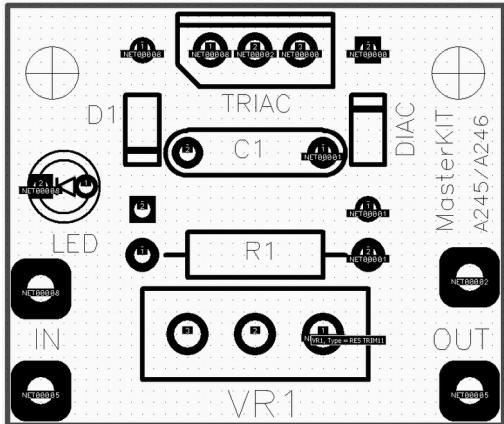

Рис.5 Монтажная схема
3. Установите все детали согласно **рис. 5** в следующей последовательности: сначала резистор R1, диод D1, конденсатор C1, светодиод LED, штыревые контакты, а затем симистор TRIAC и переменный резистор VR1.